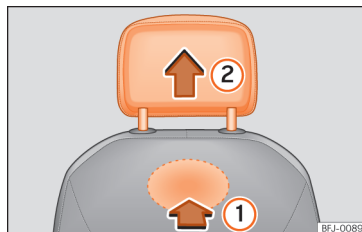

Fig. 98 Encosto de cabeça dianteiro: desmontagem.
- Para desbloqueá-lo, procure o entalhe situado na parte traseira do encosto na zona marcada e pressione no sentido da seta » » Fig. 98 ①.
- Retire o encosto de cabeça no sentido da seta ②.